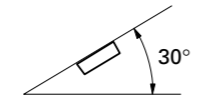

Fig. 1
- If installation angle exceeds 30° from horizontal, the unit might not give its optimum performance. (Fig. 1)
- Si el ángulo de la instalación excede los 30° del lado horizontal, la unidad podría no brindar su óptimo funcionamiento (Fig. 1).